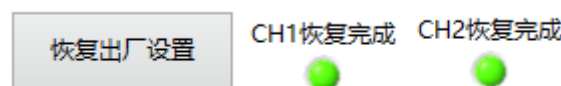

图 5.1.9 芯片恢复出厂设置
- 单击“恢复出厂设置”按钮，擦除芯片内部原有角度编程数据。（若芯片为首次编程，可跳过此步骤以简化操作步骤节省编程时间。）擦除完成后“恢复完成”指示灯变为绿灯常亮（图 5.1.9）。